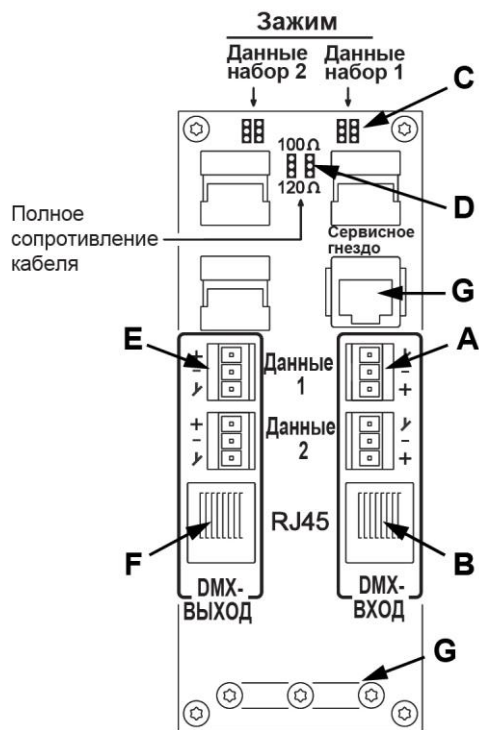

Рис. 11. DMX-соединения
См. Рис. 11. Кабель для передачи данных подключается
3. Соедините адаптер DABS1 с прожектором Exterior 1200 Wash с помощью соединителя XLR, подключенного к кабелю передачи данных, или используя сервисный разъем RJ-45, который находится в разъемах подключений за задней панелью (G на Рис. 11 на стр. 24). Обратите внимание, что при подключении через канал передачи данных одновременно можно подключить только один светильник.